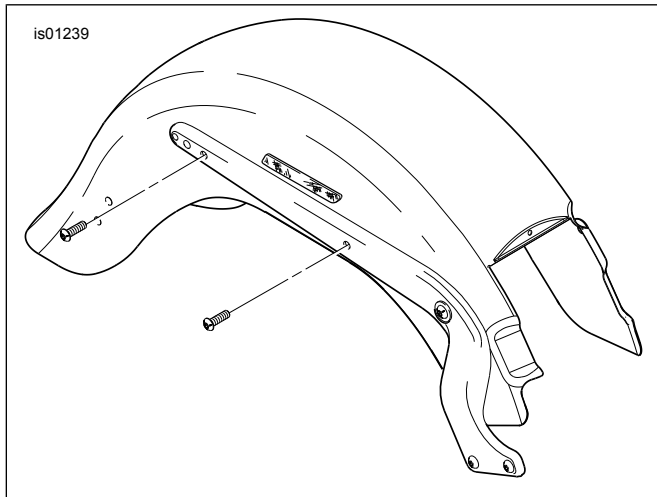
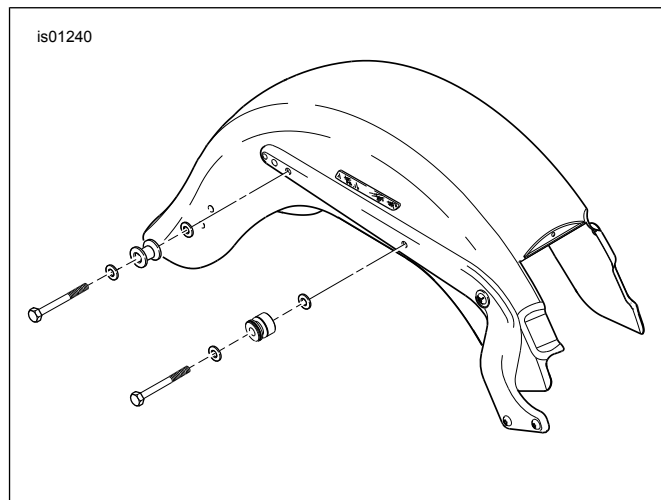

Figura 4. Extraiga y deseche los tornillos de fábrica.
Figura 5. Extraiga y conserve los elementos de sujeción de acoplamiento.
1. Vea la Figura 4. Extraiga y deseche los dos tornillos de sujeción del guardabarros de fábrica como se muestra, en un lado del guardabarros.
1. **Si los elementos de sujeción de acoplamiento NO FUERON instalados previamente:** Vea la Figura 4. Extraiga y deseche los dos tornillos de sujeción del guardabarros de fábrica como se muestra, en un lado del guardabarros. **Si los elementos de sujeción de acoplamiento FUERON instalados previamente:** Vea la Figura 5. Extraiga y guarde los tornillos de sujeción y elementos de sujeción de acoplamiento del guardabarros como se muestra, en un lado del guardabarros. Tome nota de la posición (delantera o trasera), orientación y secuencia de los elementos de sujeción de acoplamiento.